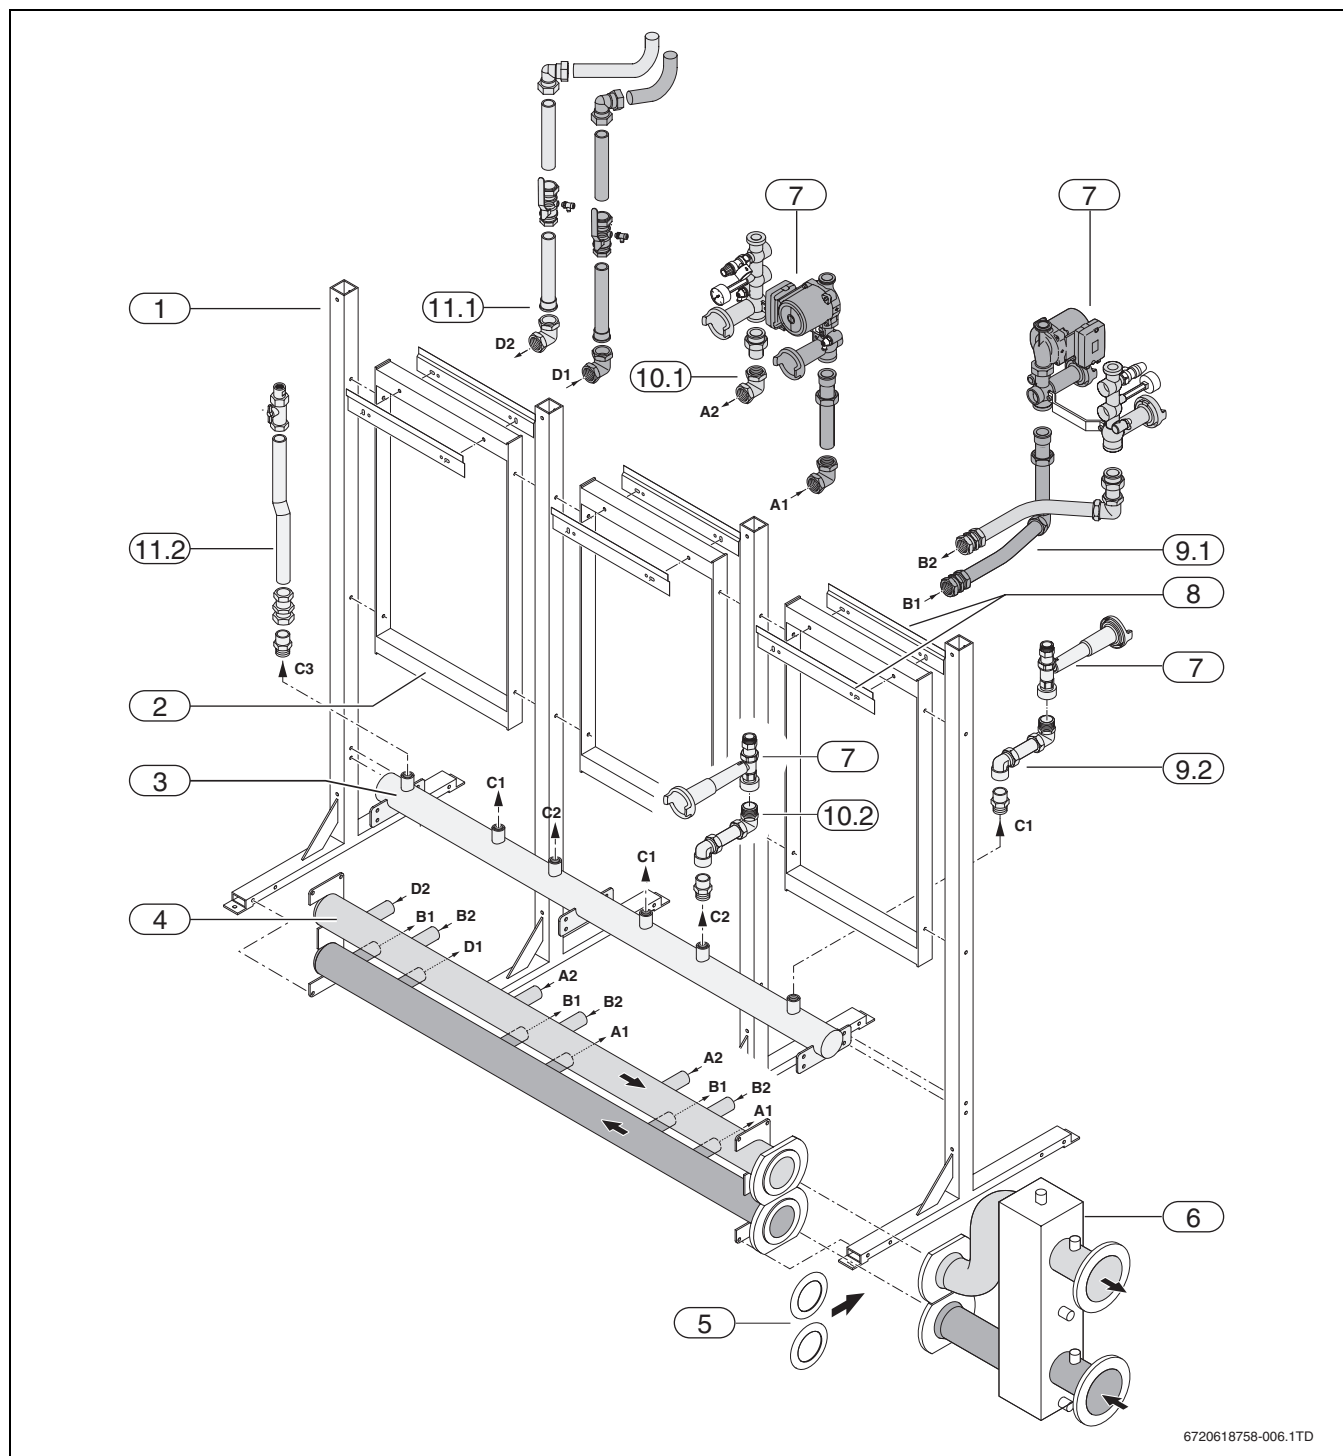

Fig. 5 Overzicht cascadeframe
- ▶ Monteer het tussenframe (→ fig. 5, [3]) aan een buitenste poot (→ fig. 5, [1]). Gebruik hiervoor de bouten M8 x 70.
- ▶ Monteer de hoofdgasleiding (→ fig. 5, [4]). Gebruik hiervoor de bouten M8 x 70.
- ▶ Monteer de hoofd aanvoer- en retourleiding (→ fig. 5, [5]). Gebruik hiervoor de bouten M8 x 70.
- ▶ Monteer de toestelophangbeugels (→ fig. 5, [11]) aan het frame. Plaats de moer aan de achterzijde van de constructie. Onderkant beugel is onderkant tussenframe. Gebruik hiervoor de bouten M8 x 65.
- ▶ Monteer de aanvoerleiding(en) tussen de hoofd aanvoer- en retourleiding (→ fig. 5, [5]) en de aansluitset (HR70/100) of cv-toestel (HR25/30/45).
- ▶ Monteer bij een opstelling met een haakse open verdeler de bochtenset tussen de hoofd aanvoer- en retourleiding en de open verdeler (→ fig. 5, [8]). Plaats hiertussen de meegeleverde flenspakkingen. Gebruik de bijbehorende bouten: